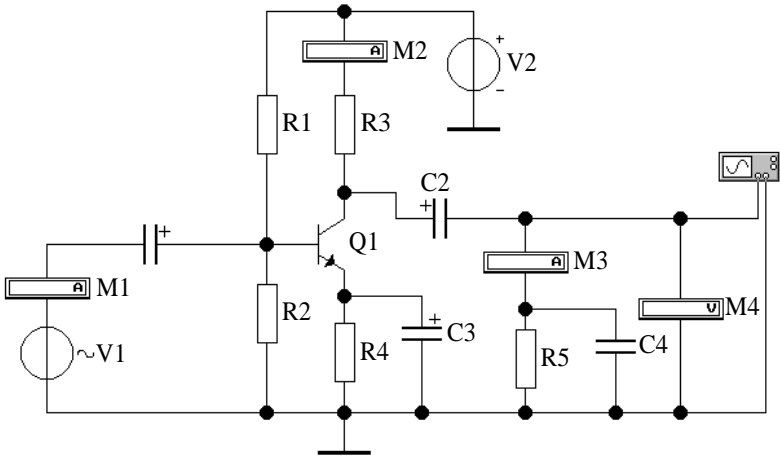

Рисунок1
5.1 Соберите схему для исследования каскада с общим эмиттером (рисунок 1). Источники напряжения и символ заземления находятся в группе «Sources» (второй ряд сверху на панели инструментов); резисторы и конденсаторы – в группе «Basic»; амперметры и вольтметры – в группе «Indicators», транзистор – в группе «Transistors», а осциллограф – в группе «Instruments». Тип транзистора и параметры элементов выберите из таблицы 1 согласно номеру рабочего места. Все транзисторы можно найти в библиотеке «Motorol1».
Элементы следует извлекать из библиотек в порядке возрастания позиционных номеров, иначе позиционные номера элементов на экране не будут совпадать с позиционными номерами элементов на схеме рисунок1 (программа автоматически нумерует элементы в порядке их извлечения).